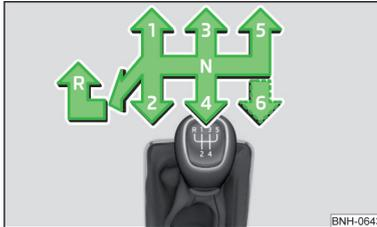

Abb. 103
Auf dem Schalthebel ist das Schaltschema für die einzelnen Gangstellungen dargestellt » Abb. 103.
- Den Schalthebel nach unten drücken, völlig nach links und dann nach vorn in **R**-Stellung stellen » Abb. 103.